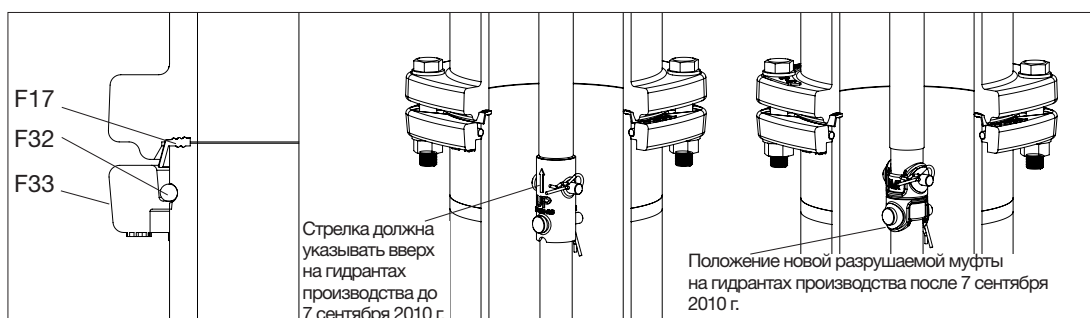

Рис. 9
**ВАЖНО :** На гидрантах, изготовленных до 7 сентября 2010 г. разрушаемую муфту на штоке следует установить в положении с направлением стрелки вверх. На гидрантах, изготовленных после 7 сентября 2010, положение муфты не имеет значения (см. Рис.9).